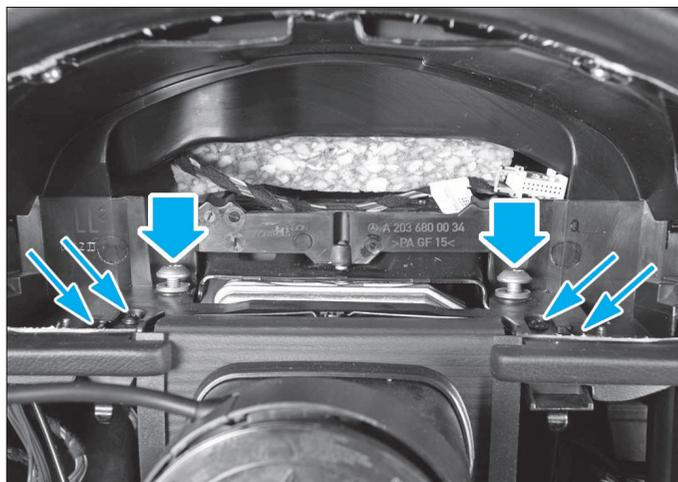

FIG. 43
- les fixations de planche de bord (Fig.43).